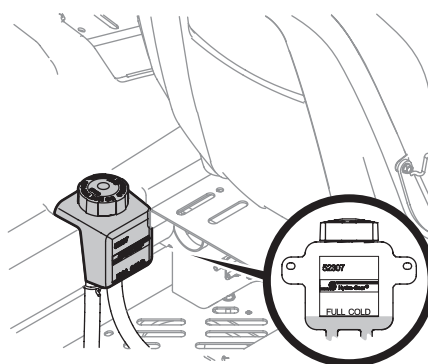

Figura 4-4
1. Gire el asiento del operador hacia adelante y limpie la tapa del depósito y el área que la rodea para evitar que el aceite de transmisión se contamine con residuos. Consulte Figura 4-4.
2. Gire la tapa del depósito en sentido contrario al de las agujas del reloj para retirarla, luego controle el nivel de aceite del depósito. El aceite debe ser visible en la base de la cubeta, pero el nivel del mismo NO debe estar por encima de la línea de "LLENO FRÍO". Consulte Figura 4-4. NO LLENE EL DEPÓSITO.